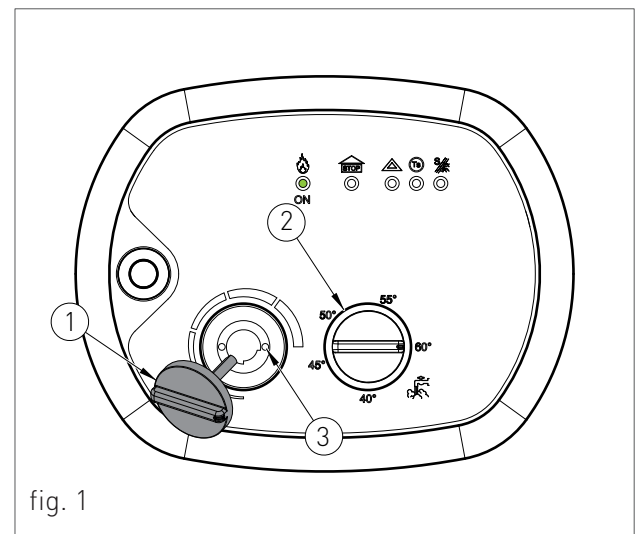

fig. 1
- > ruotare al minimo la manopola di regolazione potenza '1' (fig. 1) e verificare che la pressione gas letta sul manometro sia conforme a quanto riportato al capitolo "DATI TECNICI";
- > in caso contrario, estrarre la manopola di regolazione potenza '1' (fig. 1) e agire con un cacciavite a croce dal diametro di 2.5 - 3 mm sul potenziometro di regolazione minima gas '3' (fig. 1) ruotandolo fino a che il manometro non segni la pressione corretta.
- › agire sul selettore SW1H ('1' fig.1) della scheda elettronica, estraendolo dalla posizione OFF e inserendolo nella posizione ON (vedi fig.1).